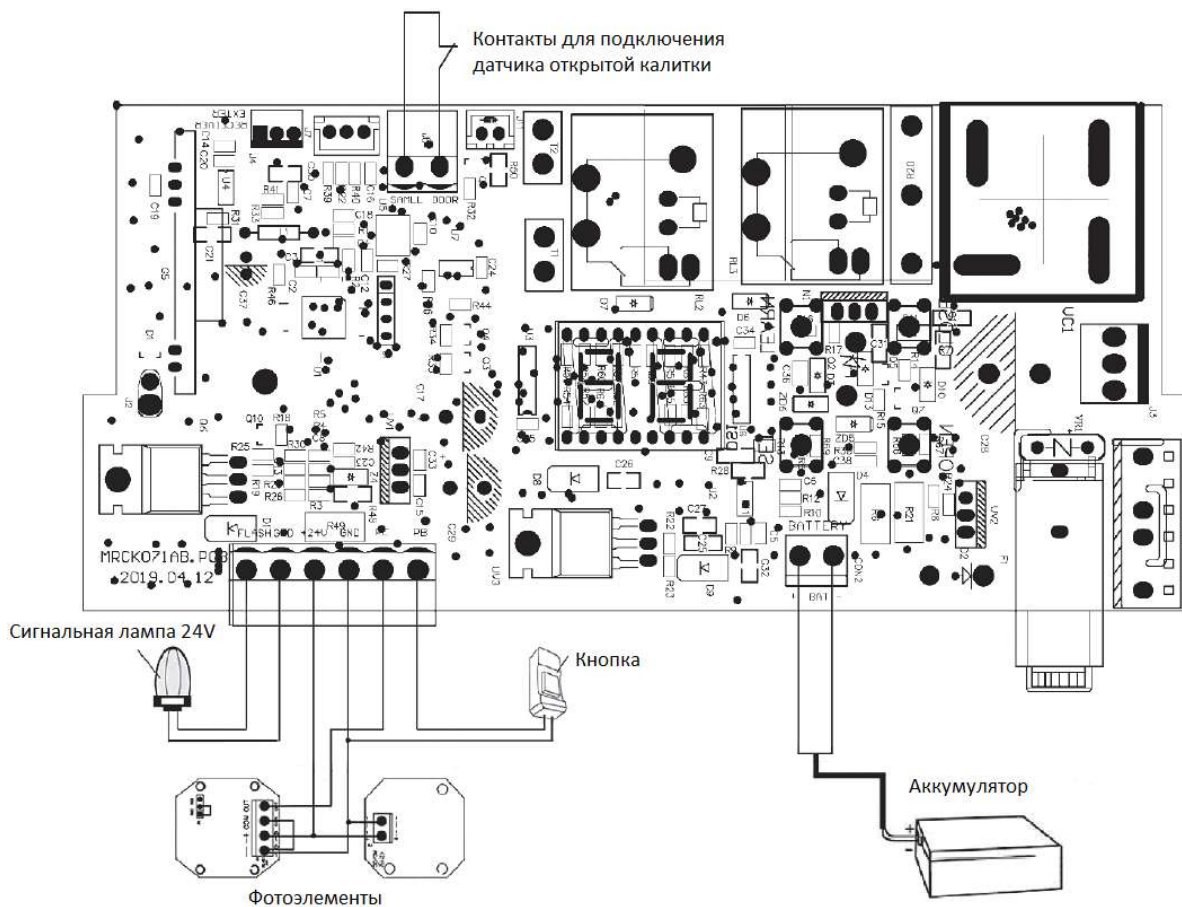

Рис. 4. Электрические подключения
- ✓ Подключите с помощью отвертки электрические проводники к клеммам блока управления привода (рис. 4), в соответствии с указаниями пунктов 5.1, 5.2 и 5.3.